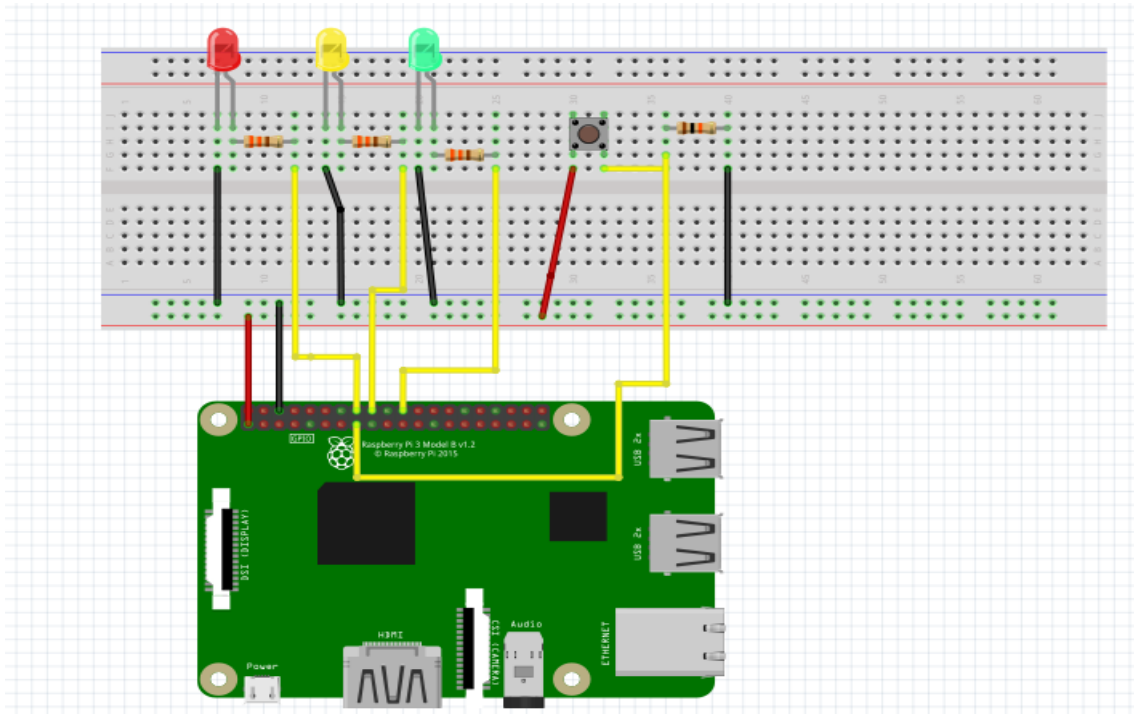

Figura 2: Circuito para la práctica N°2
Para esta práctica utilizaremos el circuito anterior como base, y le agregaremos un pulsador normalmente abierto (NA) para poder controlar cada uno de los leds. La función del resistor de 10 kohm es la de llevar a masa (negativo) el pin utilizado para el botón en el caso de que este no esté presionado, se lo conoce como resistor de pull-down. Más abajo en la figura 2 se puede apreciar el circuito.